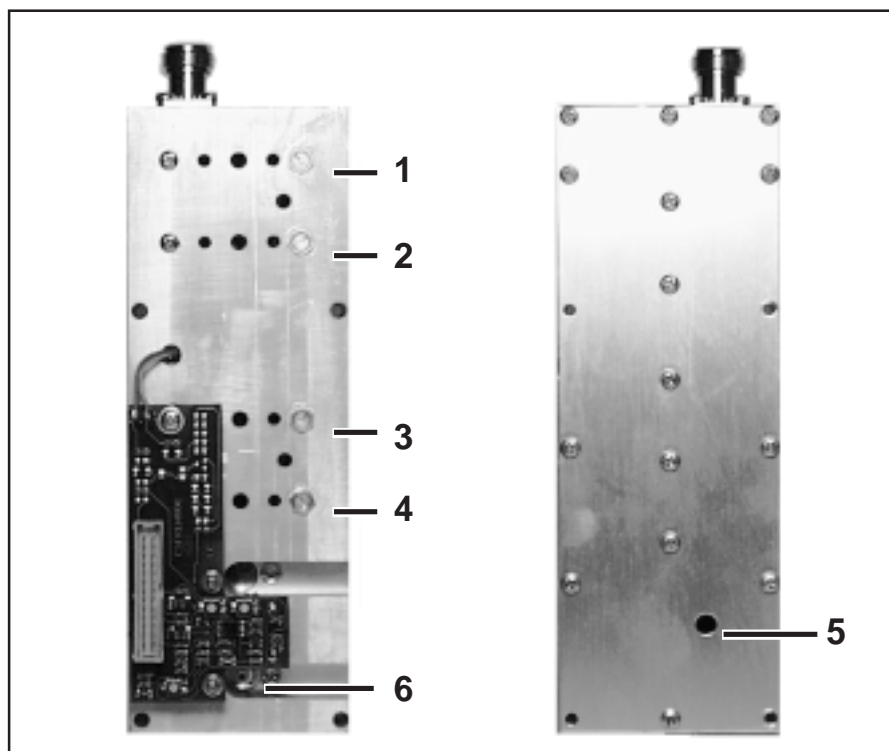

Figura 9-3
- Identificare i cinque trimmer di tipo capacitivo (Figura 9-3): regolatori 1,2,3,4 sono sul lato inferiore del ricevitore e sono direttamente accessibili; il regolatore 5 è invece un trimmer capacitivo SMD montato sul circuito stampato interno, accessibile tramite un foro apposito sulla scatola metallica.
- Rimuovere il collegamento tra front-end RF e circuito di frequenza intermedia nel ricevitore (connettore 6 in Figura 9-3). Collegare il front-end all'analizzatore di spettro usando il cavo e). Accendere il ricevitore.